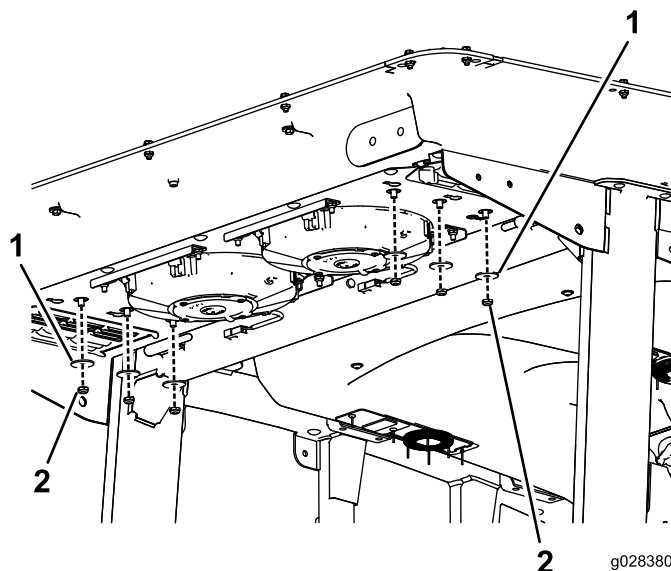

Bild 54
2. Entfernen Sie die sechs Schrauben und Muttern von der Unterseite des Kabinenhecks (Bild 54).